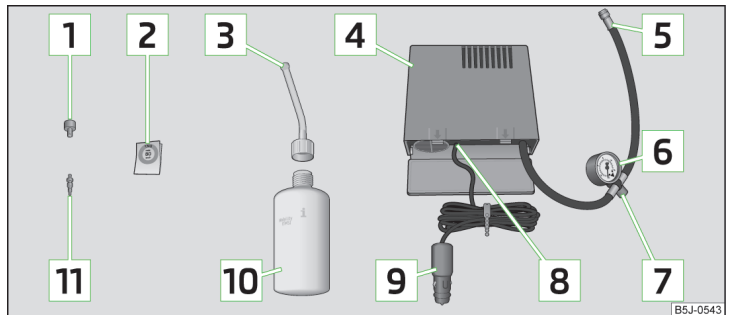

Abb. 145 Prinzipdarstellung: Bestandteile des Pannensets
Bestandteile des Pannensets » Abb. 145
- Den Aufkleber **2** » Abb. 145 auf Seite 168 auf die Schalttafel im Sichtfeld des Fahrers kleben.
- Die Reifenfüllflasche **10** » Abb. 145 auf Seite 168 einige Male kräftig hin und her schütteln.
- Den Reifenfüllschlauch **5** » Abb. 145 auf Seite 168 des Luftkompressors fest auf das Reifenventil schrauben.